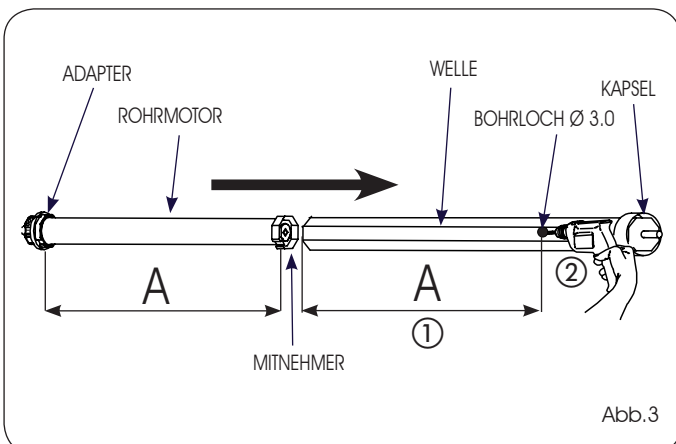

Abb.3
- 1) Mit einem Bohrer Ø 3 mm ein Bohrloch in die Welle (Abb.3, Bez.②) im Abstand A (Abb.3, Bez. ①) bohren (hierzu Bezug auf die Tabelle 1 nehmen).